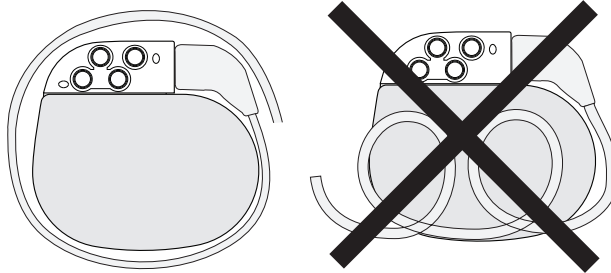

Abbildung 3. Wickeln Sie überschüssiges Verlängerungskabel um den Umfang des Neurostimulators
- Überschüssige Längen von Verlängerungen dürfen nicht vor dem Neurostimulator zu einem Wickel zusammengelegt werden. Wickeln Sie überschüssiges Verlängerungskabel stattdessen um den Umfang des Neurostimulators (Abbildung 3) zur Vermeidung einer zu tiefen subkutanen Tasche. Zudem verringert sie die Gefahr einer Beschädigung bei Eingriffen zum Austausch des Neurostimulators und eines möglichen Knickens der